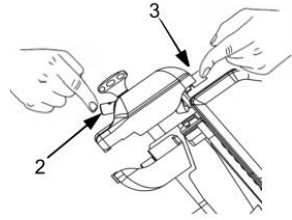

Abb. 28
8. Drücken Sie die Druckknöpfe 2 und 3 gleichzeitig für 3 - 4 Sekunden lassen Sie beide gleichzeitig wieder los (Abb. 28).